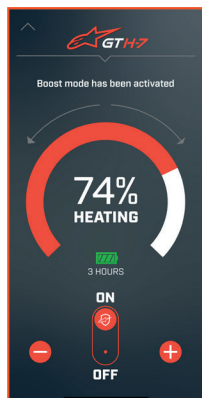

図 4
h. グローブの自動コントロールを有効または無効にするには、スライダを「オン」または「オフ」の方向に動かします（アプリの図 4 を参照）。